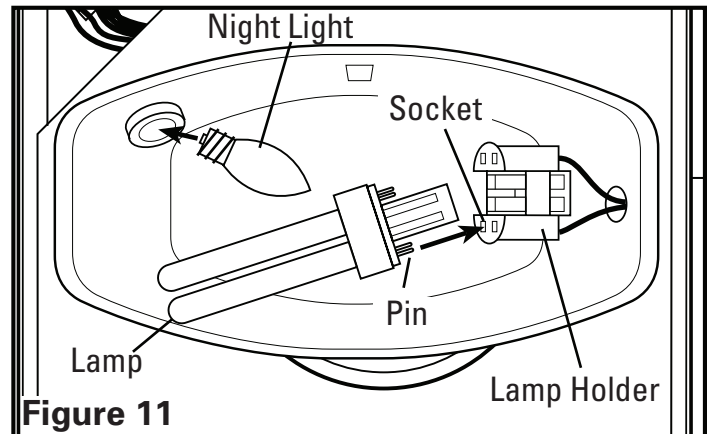

Figure 11
3. Installer l'ampoule fluorescente incluses de 26 watts dans le socle de la lampe en alignant le tige sur la base de l'ampoule au socle du support de lampe en pressant vers le support de lampe jusqu'à ce que l'ampoule se mette en place et qu'il soit fermement appuyé dans le socle du support de lampe. Installer une ampoule de type C7 d'un maximum de 4 watts (culot de type candélabre) de la lumière de nuit (non-comprise) dans le support de lampe latéral (Figure 11).